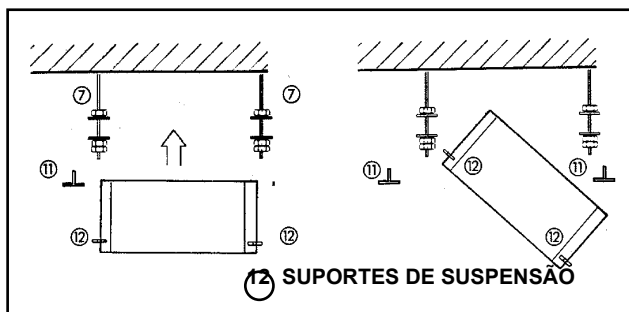

FIGURA 20
- Retire cuidadosamente a unidade (sem a grelha), introduzindo-a no teto falso. Se a barra em "T" não puder ser retirada, a unidade deverá ser inclinada para poder entrar no falso teto (esta operação somente poderá ser efetuada em tetos falsos com uma altura mínima de 300 mm). Estes procedimentos estão demonstrados na figura 20.